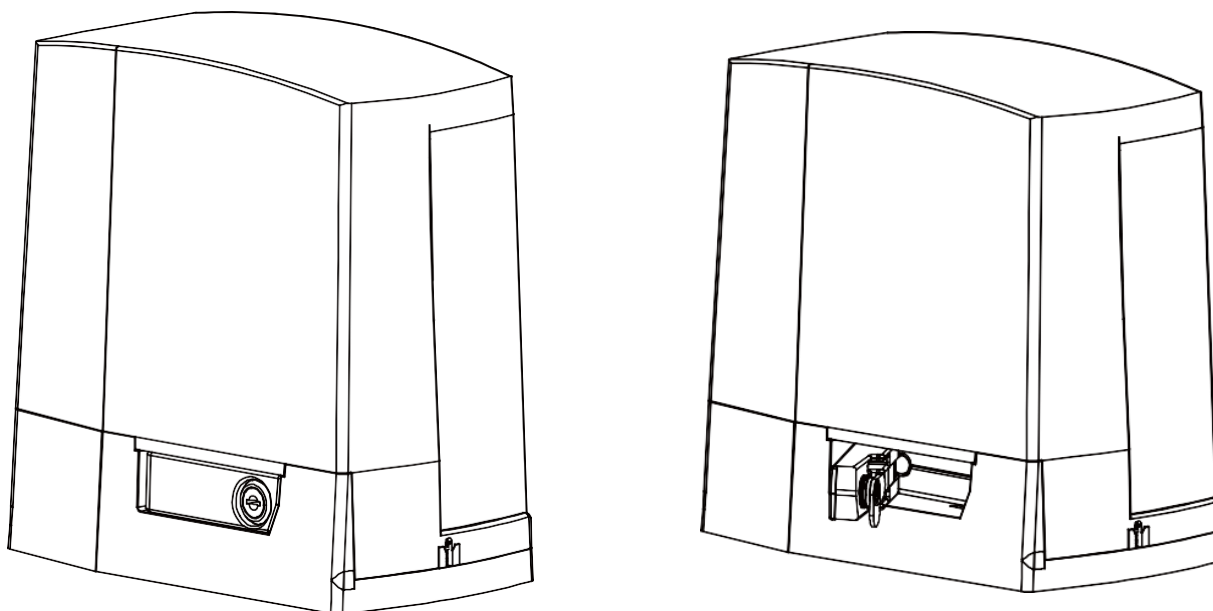

Рис. 4 Ручная разблокировка привода
1. вставьте ключ разблокировки в замок (Рис. 4);